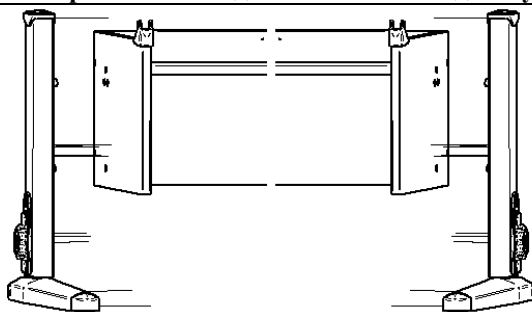

Рис. 8
4.3.1. Вставить левую стойку (сборка по п. 4.2.) в основание стола (сборка по п. 4.1.) согласно рис. 8.